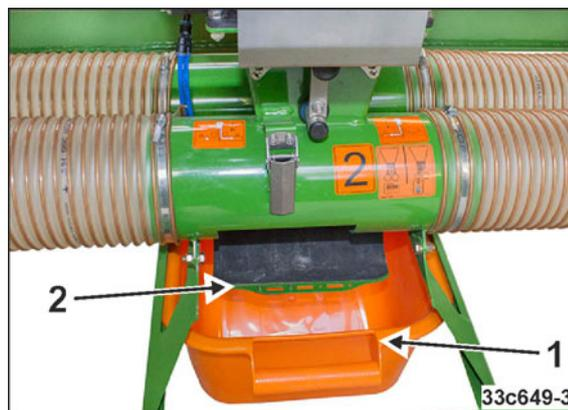

Fig. 150
4. Pousser un auget d'étalonnage (Fig. 150/1) dans le support sous chaque doseur.
5. Desserrer les crochets et ouvrir les volets sur la section de convoyage gauche (Fig. 150/2).